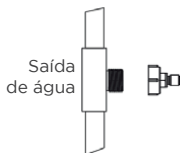

Fig. 2
- Utilize uma das travas de conexão hidráulica, colocando a mesma no acessório 90° 1/4 ou diretamente na entrada de água do purificador (Fig. 2).